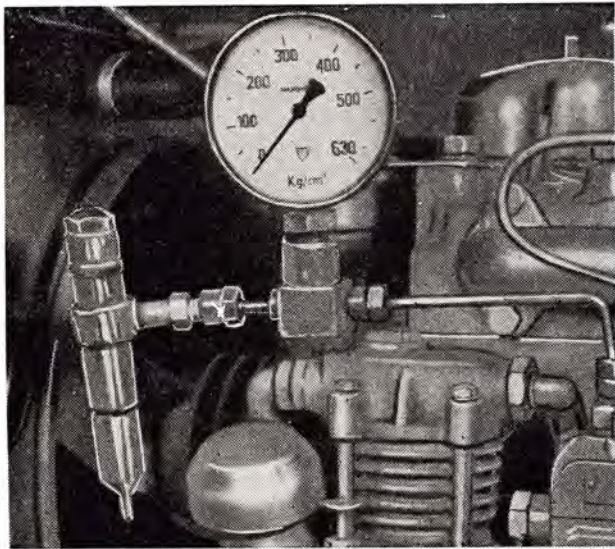

Abb. 39
1. An Stelle des abgeschraubten Einspritzrohres ist an die Einspritzpumpe ein Hilfsrohr mit Manometer anzuschliessen (Abb. 39). An ihr anderes Ende ist ein überprüfetes Einspritzventil ohne Deckel anzuschrauben. Der Handgashe-